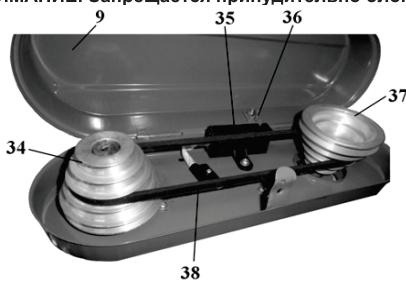
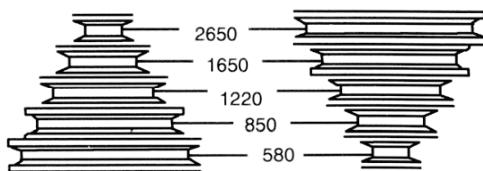
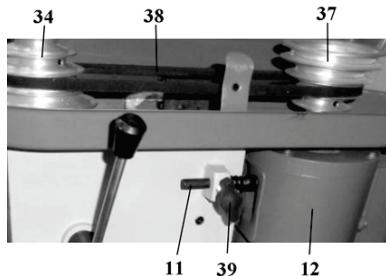

Рис. 8
Рис. 9
Рис. 10
10.8. Скорость вращения шпинделя регулируется изменением положения клинового ремня (38) на ручьях шкивов (34 и 37), Рис.8, 9. Можно установить 5 режимов частоты вращения шпинделя, Рис.9.
Для изменения режима вращения шпинделя предварительно следует ослабить натяжение клинового ремня (38), Рис.8. Для этого необходимо ослабить винт фиксации (39), Рис.10. Переместите электродвигатель (12) со шкивом (37) в направлении шкива (34), так как на оси (11) установлена пружина; положение зафиксируйте винтом фиксации (39), Рис.10. В соответствии с намеченной операцией и согласно таблице 2 и Рис. 9 необходимо установить ремень (38) на ручьях шкивов (34 и 37), Рис.8-10.